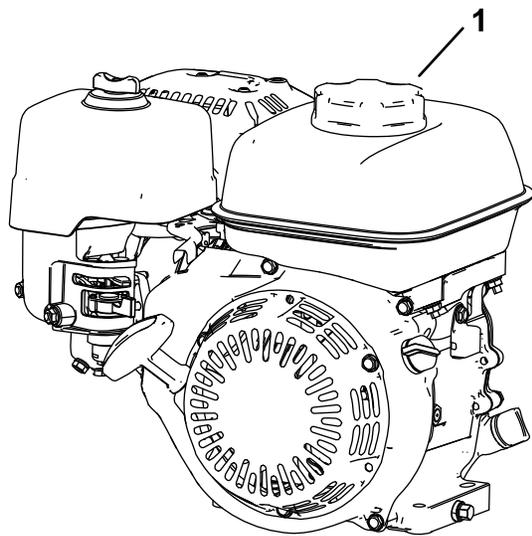

Bild 12
3. Reinigen Sie den Bereich um den Tankdeckel herum und nehmen Sie den Deckel ab (Bild 12).